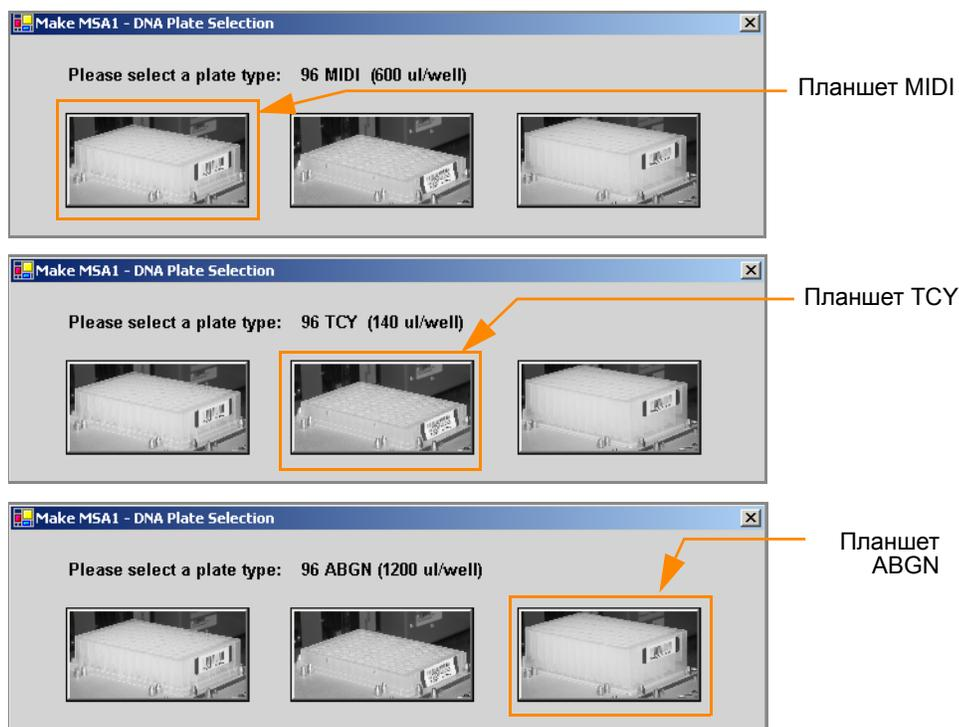

Рис. 110 Выбор типа планшета для ДНК
3. В диалоговом окне DNA Plate Selection (Выбор планшета для ДНК) (Рис. 110) нажмите на тип планшета, который хотите использовать. Прокрутите курсор мыши над каждой картинкой, чтобы ознакомиться с описанием планшета.